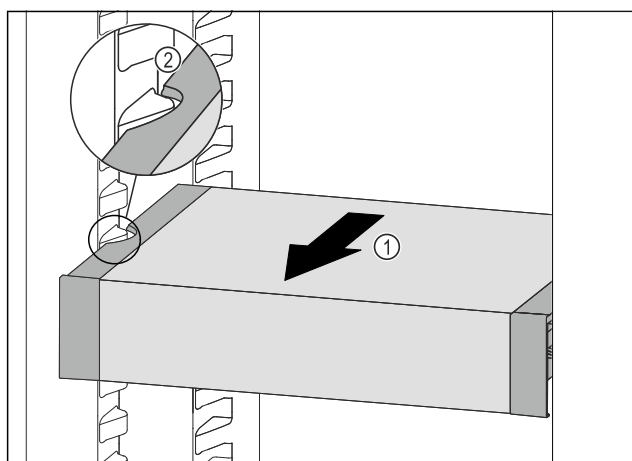

Fig. 93
- ▶ 向前拉动 VarioSafe Fig. 93 (1)，直至 VarioSafe 的侧部凹槽与冷藏区中的容器肋梁持平。Fig. 93 (2)